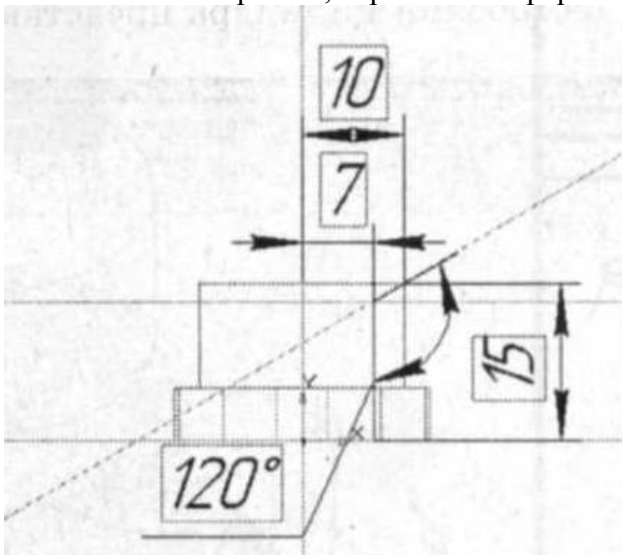
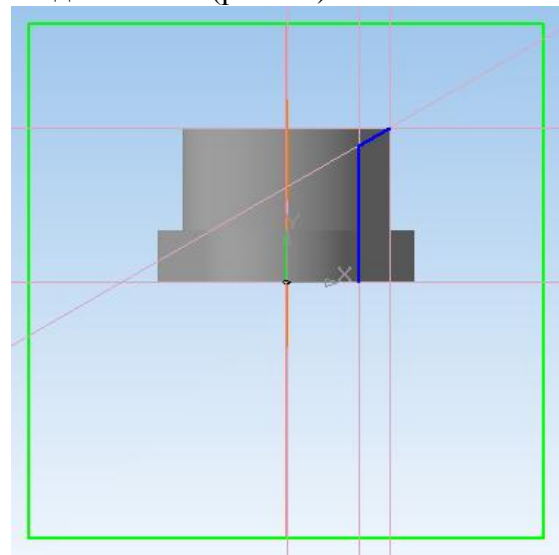

Рис. 25. Эскиз для создания отверстия
Рис. 26. Эскиз построен
5. Для построения сквозного отверстия воспользуемся операцией вырезания, для чего в *Плоскости XY* построим эскиз, изображенный на рис. 25. При построении используйте вспомогательные прямые, отрезки и непрерывный ввод объектов (рис. 26).